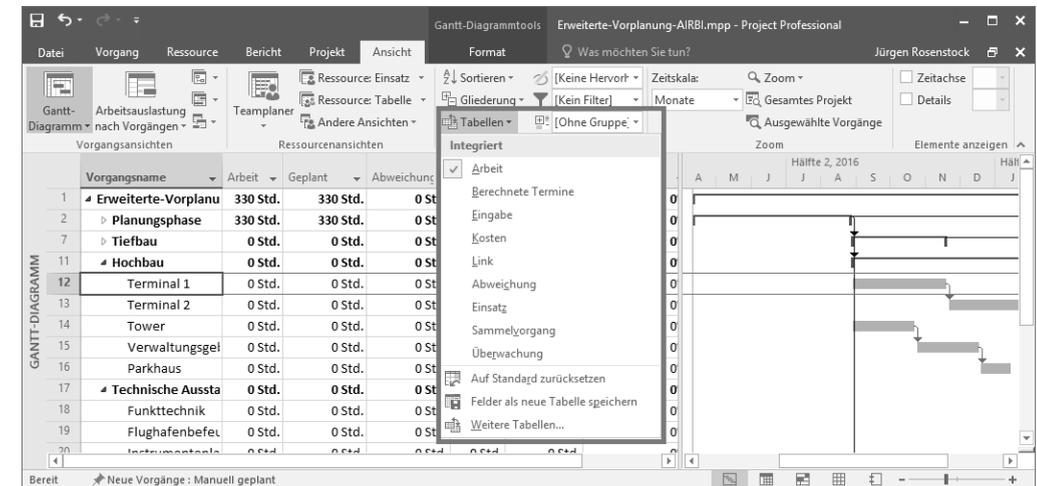

Abbildung 6.11 Auswahl der Tabelle »Arbeit« in der Vorgangstabelle
2. Im mittleren Bereich des Menübandes finden Sie den Auswahlpunkt TABELLEN. Hier wählen Sie nun die Tabelle ARBEIT aus (siehe Abbildung 6.11).